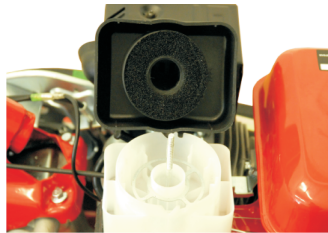

Рис. 23
1. Открутите гайку крышки воздушного фильтра (Рис. 23).